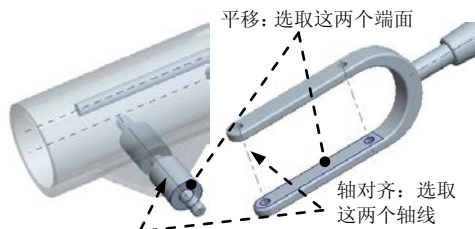
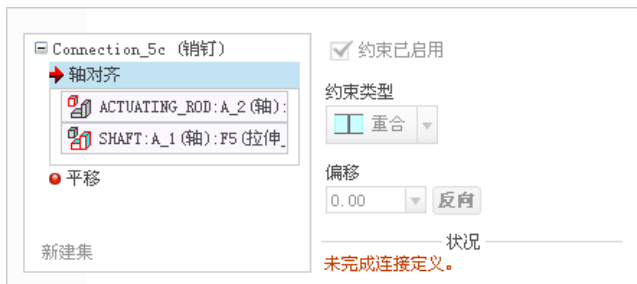
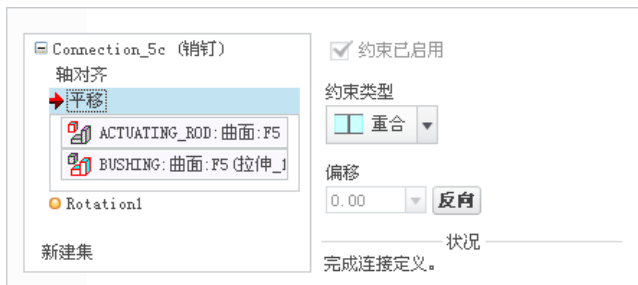

图 9.5.42 装配驱动杆的操作过程
图 9.5.43 “轴对齐”约束参考
图 9.5.44 “平移”约束参考
(1) 单击 **模型** 功能选项卡 **元件** 区域中的“装配”按钮 。打开子装配件“actuating_rod_asm.asm”。
(2) 创建销钉(Pin)连接。在“元件放置”操控板中进行下列操作,便可创建销钉(Pin)连接。
① 在约束集列表中选择 **销钉** 选项。
② 修改此连接的名称:单击操控板中的 **放置** 选项卡;在 **集名称** 文本框中输入该连接的名称“Connection_5c”,并按回车键。
③ 定义“轴对齐”约束:依次选取图 9.5.42 中的两条轴线[驱动杆(Actuating_rod)上孔的中心轴线和零件轴(Shaft)的中心轴线], **轴对齐** 约束的参考如图 9.5.43 所示。
④ 定义“平移”约束(对齐):分别选取图 9.5.42 中的两个平面[零件驱动杆(Actuating_rod)的端面和零件隔套(Bushing)的端面],以限制驱动杆在轴(Shaft)上平移, **平移** 约束的参考如图 9.5.44 所示。